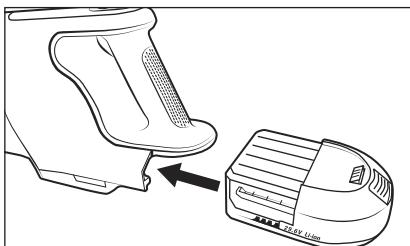

Fig. 3
- 3) Sæt batteriet 2 ind i produktet, indtil det klikker hørbart på plads (se fig. 3).